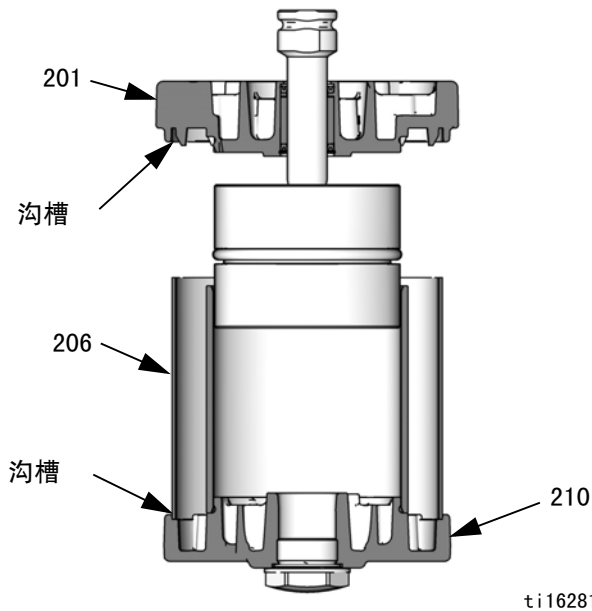

图 19。对齐盖槽中的护板。
5. 润滑 O 形圈 (202*) 并将其装到底盖 (201)。
6. 小心地将柱 (218) 的螺纹端向上推, 以通过底盖 (201)。
7. 在柱 (218) 的螺纹上涂抹 16G561 粘胶剂。将活塞 (219) 拧入柱。使用软夹钳将活塞置于台钳中, 用 35-40 英尺-磅 (47-54 牛·米) 的扭力拧紧。
8. 润滑并安装 O 形圈 (204*) 到活塞 (219)。
9. 参见图 19。小心地将底盖 / 活塞组件置于汽缸 (205) 中, 并将活塞 (219) 滑入汽缸中。上盖和下盖的歧管面必须对准。确保罩 (206) 装入上下盖的凹槽中。